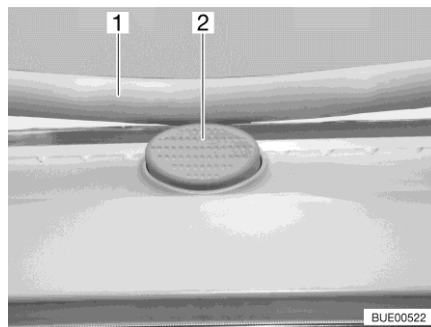

Fig. 120 Bouton de sécurité (lanterneau Heki)
- Appuyer sur le bouton de sécurité (Fig. 120,2) et tirer l'étrier (Fig. 120,1) vers le bas avec les deux mains.
- Pousser l'étrier vers le haut avec les deux mains jusqu'à ce que ce dernier se trouve au-dessus du bouton de sécurité (Fig. 120,2).